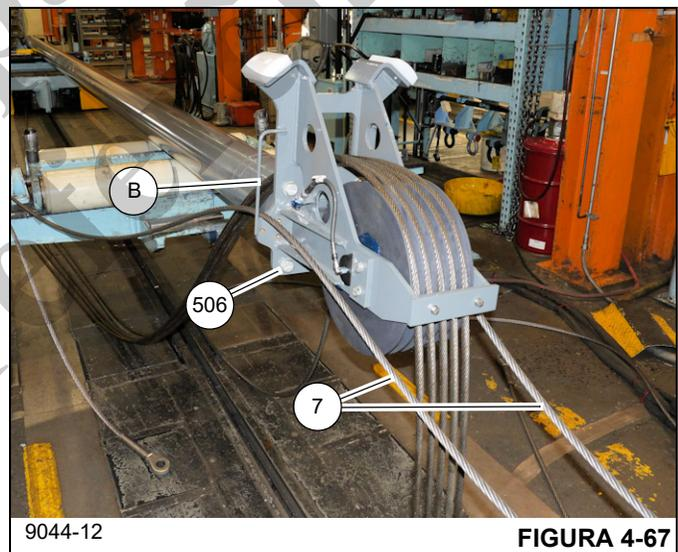

FIGURA 4-67
14. Direcione os dois cabos de retração (7) que saem da parte traseira do telescópio 3 (401) através dos retentores de cabos (B) nos lados esquerdo e direito do conjunto soldado da cabeça da polia (506). Certifique-se de que os cabos não se cruzem ao passar pelo telescópio 3 (401) e os retentores de cabos (B) (consulte a Figura 4-67).